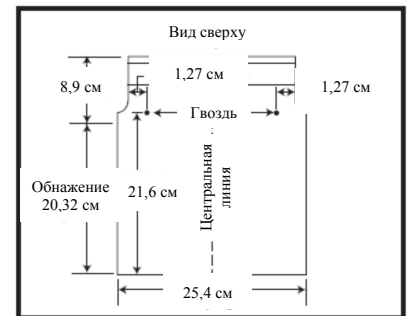

Рисунок 2
1а. Нанесение **на конек** крыши начните в направлении, противоположном господствующему направлению ветра (рисунок 2).
2. Отрежьте первую кровельную плитку для ребер и коньков на удалении 20,32 см назад от обнаженного конца. Используйте верхнюю часть кровельной плитки с уплотнительным материалом в качестве «начальной» кровельной плитки для ребер или коньков. (рисунок 2).